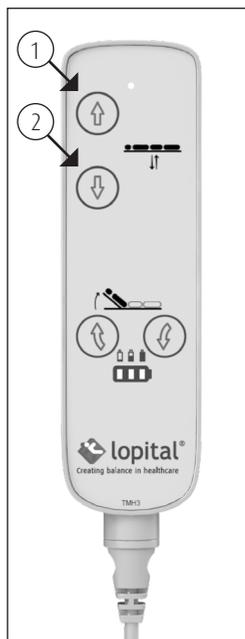

Figura 8 Controllo manuale.
- Se il cliente è disteso sul carrello doccia, innanzitutto azionare il freno sulle ruote, quindi sollevare il carrello (1) (vedere figura 8).
- Sollevare il carrello premendo il pulsante con la freccia "su". Il carrello si solleverà immediatamente (vedere figura 8).
- Spostare il carrello verso il basso premendo il pulsante con la freccia "giù". Il carrello si sposterà immediatamente verso il basso (2) (vedere figura 8).